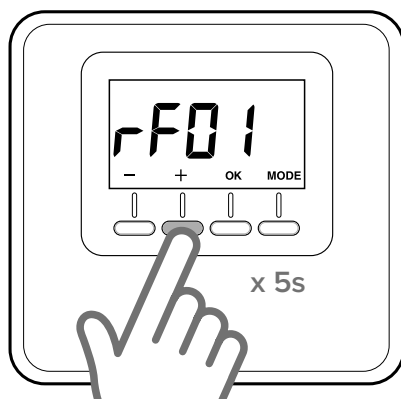

Fig. 6
- Pressionar novamente a tecla “+” por 5 segundos para aceder aos parâmetros técnicos, o visor apresenta o parâmetro “rF01” (Fig. 6)